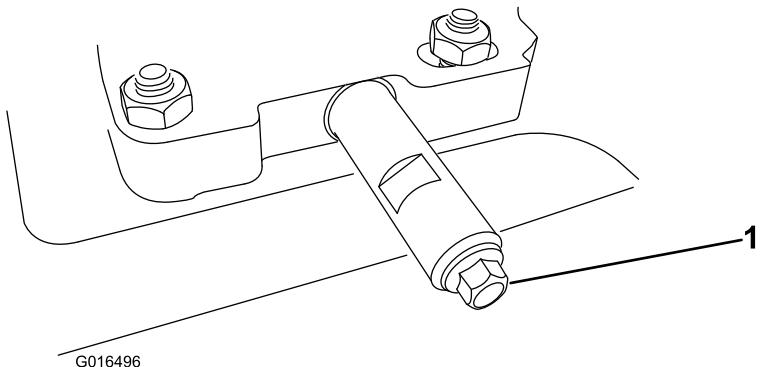

Bild 49
1. Reinigen Sie den Bereich um die Ölablassschraube (Bild 49).